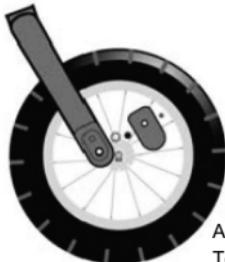

Abbildung 1
1. Rädermontage mit Schrauben und Muttern. (Abbildung 1)